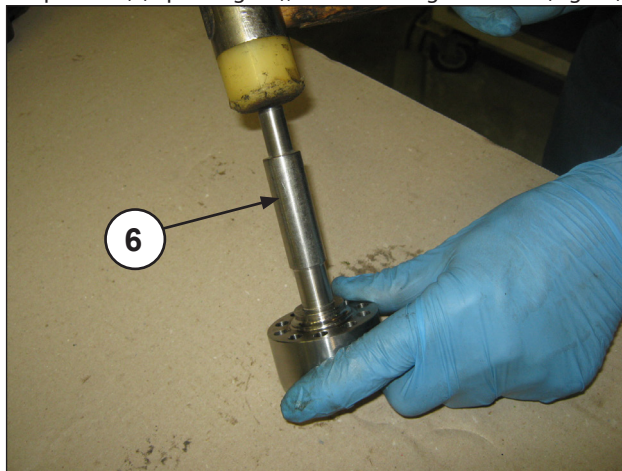
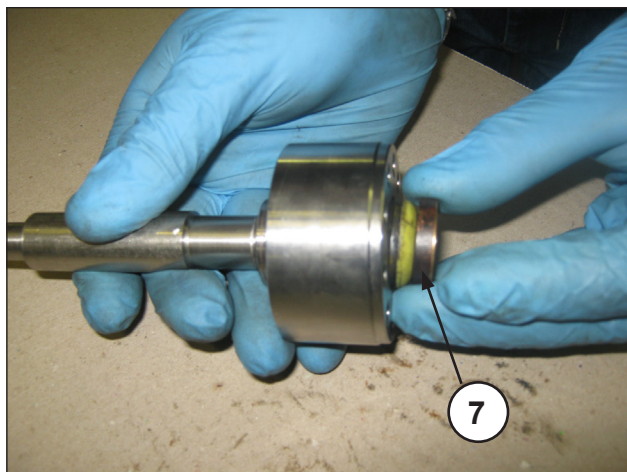

Fig. 36
Fig. 37
- Avec le support de joints HP séparé et une goupille spécifique (rep. © Fig. 36) faire sortir de groupe H.P. (haute pression) (rep. ⑦ Fig. 37), extraire la bague de tête (Fig. 38).